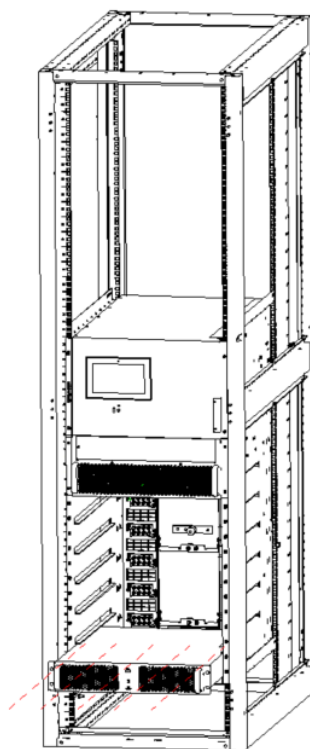

Рисунок 3-9. Схема монтажа
4. Вставить модуль в корзину ИБП и закрепить панель модуля винтами, как показано на рис. 3-9.